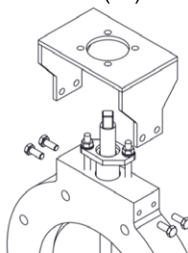
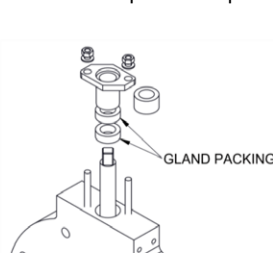

Figure 6
Figure 7
Um die obere Wellenabdichtung (7) zu ersetzen, entfernen Sie zuerst die Montagebügel des Antriebes (2), indem Sie die 4 Schrauben (11) lösen (Abbildung 6). Schrauben Sie dann die beiden Muttern von den Gewindestangen ab (Abbildung 7) und entfernen Sie sie. Entfernen Sie den Stopfbuchsenflansch (9), um die Stopfbuchsenpackung und das Wellenlager zu entfernen. Zum Auswechseln der unteren Wellenabdichtung, beide Schrauben (10) lösen, um die unteren Stopfbuchsenpackung und das Wellenlager zu entfernen.